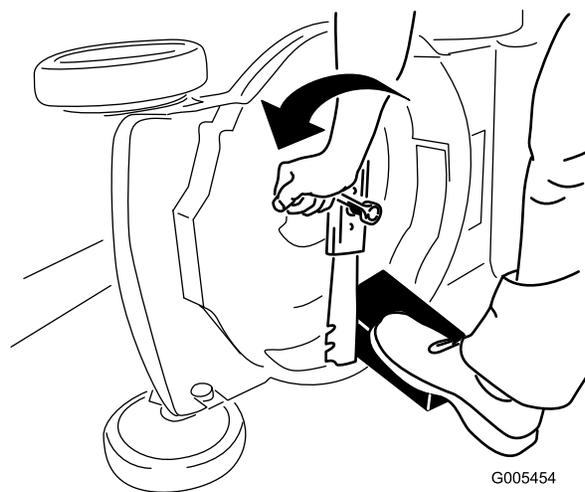

Figura 39
4. Togliete la lama e conservate la bulloneria di montaggio (Figura 39).
3. Usate un blocco di legno per tenere ferma la lama (Figura 39).